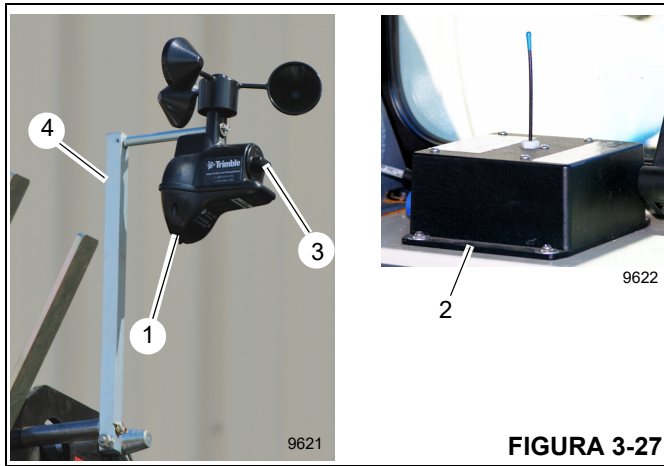

FIGURA 3-27
Las grúas cuentan con un indicador de velocidad de viento opcional para medir la velocidad del viento en el extremo de la pluma. El indicador de velocidad de viento tiene un conjunto de anemómetro de radio y un enrutador de compuerta inalámbrico. El anemómetro (1, Figura 3-27), que captura los datos de velocidad del viento en el extremo de la pluma o del plumín, es alimentado con batería y se comunica en forma inalámbrica con el enrutador de compuerta (2) ubi-
2. Retire la cubierta de batería (Figura 3-27) y la batería usada del anemómetro.